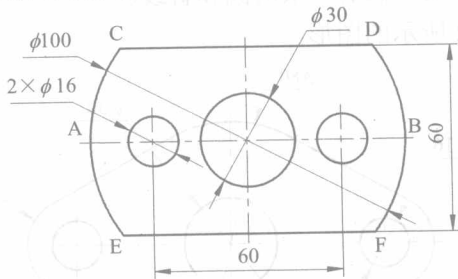
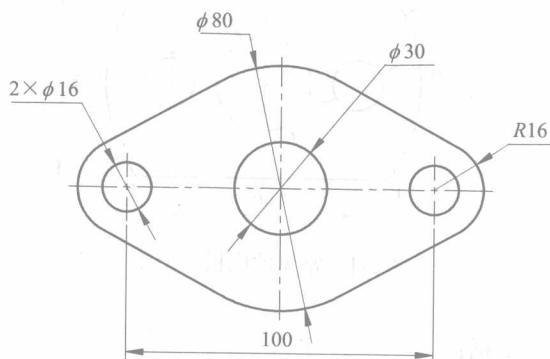
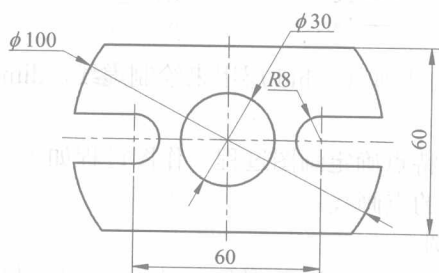
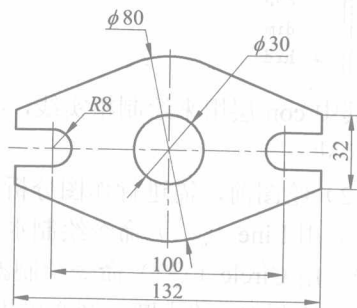

图 3-1 常见的底板类型 1
图 3-2 常见的底板类型 2
图 3-3 常见的底板类型 3
图 3-4 常见的底板类型 4
【习题 3-2】绘制图 3-1 所示的图形。
1) 用 Limits 命令设置图幅。图 3-1 所示图形总长 100、总宽 60。若要留出标注尺寸的空间，图幅可设为 150、100，作图过程如下：
【习题 3-3】绘制图 3-2 所示的图形。
参见【习题 3-2】,首先设置绘图环境,图 3-2 中所有圆弧均用 Circle (画圆) 命令绘制,外边框 4 段切线需使用切点捕捉方式 Tan,利用画线命令 Line 绘制,方法如下:
【习题 3-4】绘制图 3-3、图 3-4 所示的图形。图 3-3、图 3-4 可分别由图 3-1、图 3-2 编辑生成。